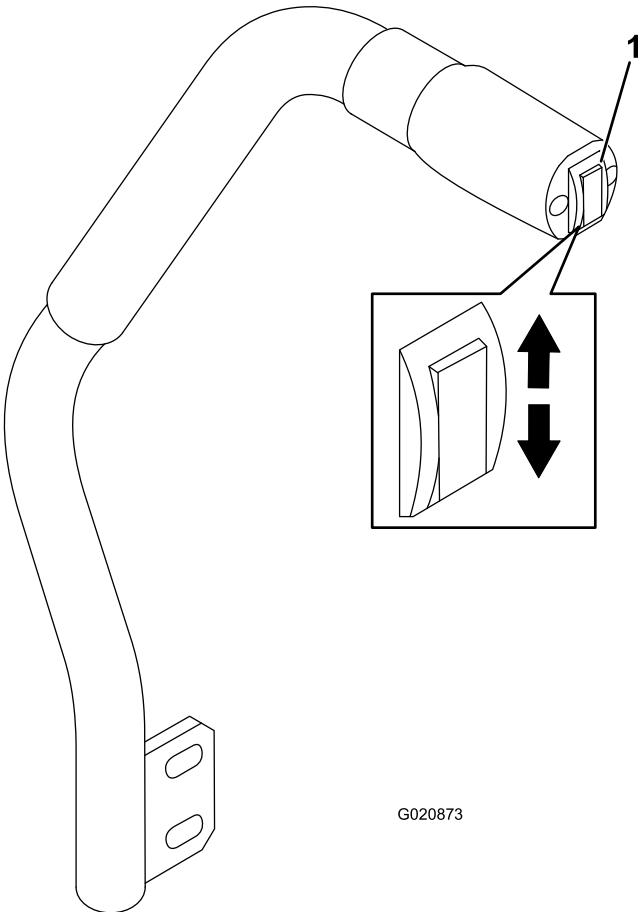

Bild 27
Mit dem Mähwerkhubhebel heben Sie die Schneideinheit an und senken Sie sie ab (Bild 27). Der Motor muss bei der Verwendung des Hebels laufen.
- Drücken Sie den Mähwerkhubschalter nach unten, um die Schneideeinheit abzusenken (Bild 27).
- Drücken Sie den Mähwerkhubschalter nach oben, um die Schneideeinheit anzuheben (Bild 27).